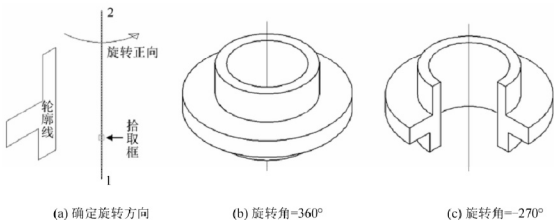

图 11-21 按指定对象为旋转轴得到旋转体
(3) 【对象(O)】：使用图形中已有的对象作为旋转轴。轴的正向为选择对象时离拾取框最近的端点指向最远端点。如图 11-21 所示，图中拾取框离点 1 最近，因此旋转轴的正向为 1→2，同样使用右手定则可以判断绕该轴的旋转方向，如图 11-21 所示。